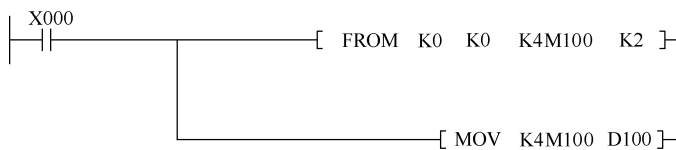

图 6-10 编制 CH1 通道采样数据并存储到 D100 中的程序
5) 编制 CH1 通道采样数据并存储到 D100 中的程序，如图 6-10 所示。
在 PLC 内部编制模拟量输入读取程序如图 6-10 所示，将模拟量转化后的数字量读入 PLC 的数据寄存器 D100 中。